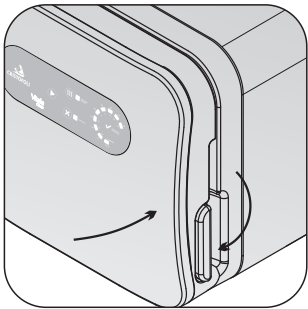

Fig. 8
- Cierre la puerta del autoclave presionándola contra la cámara (recipiente de presión) y moviendo el cerrojo totalmente para abajo hasta el final de curso (figs. 8 y 9).